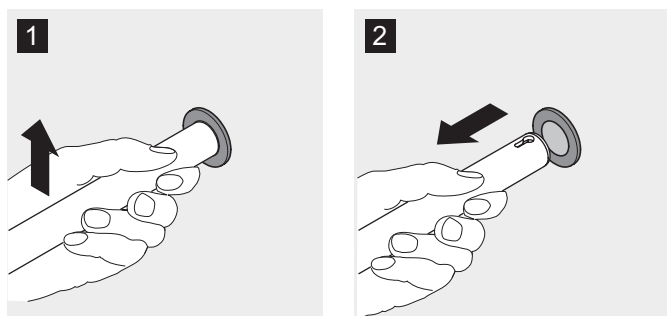

Fig. 15: Retrait du support de marchandise
3. Soulever légèrement le support de marchandise/ la console (Fig. 15/1) et le/la retirer de la platine (Fig. 15/2).